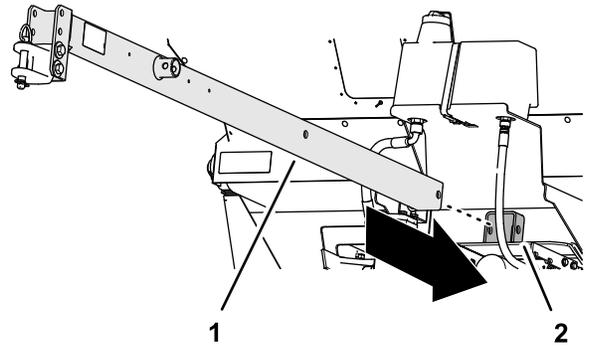

图4
1. 插入牵引杆使其依次穿过前接收管、机器机架和后接收管图4。